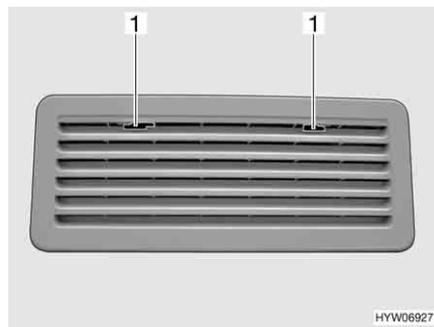

Bild 150 Kühlschrank-Lüftungsgitter
- Arretierung (Bild 150,1) zur Mitte schieben.